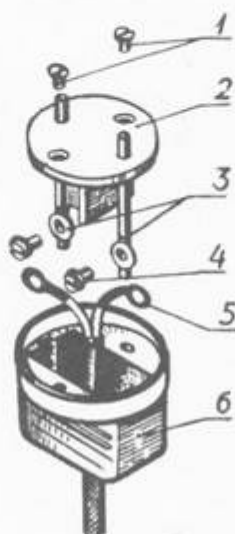

Рис. 5
На рис. 5 показано устройство разборной вилки. К контактам 3 с помощью винтов 4 прикреплены два провода 5 от потребителя. Эти контакты установлены в крышке 2, которую вставляют в корпус 6 и закрепляют винтами 1.
2. Подсоединить вилку с другой стороны провода (см. рис. 5). Для этого отвернуть винты 1 и снять крышку 2. Продеть провод в корпус 6 вилки. Присоединить винтами 4 концы провода